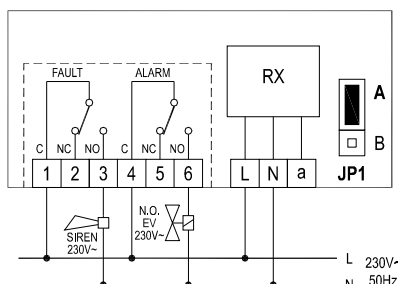

Fig. 9
- 7 Efectuați legăturile electrice conform schemei de racordare din fig. 9, 10, 11 sau 12 și din paragraful „Legăturile electrice”.